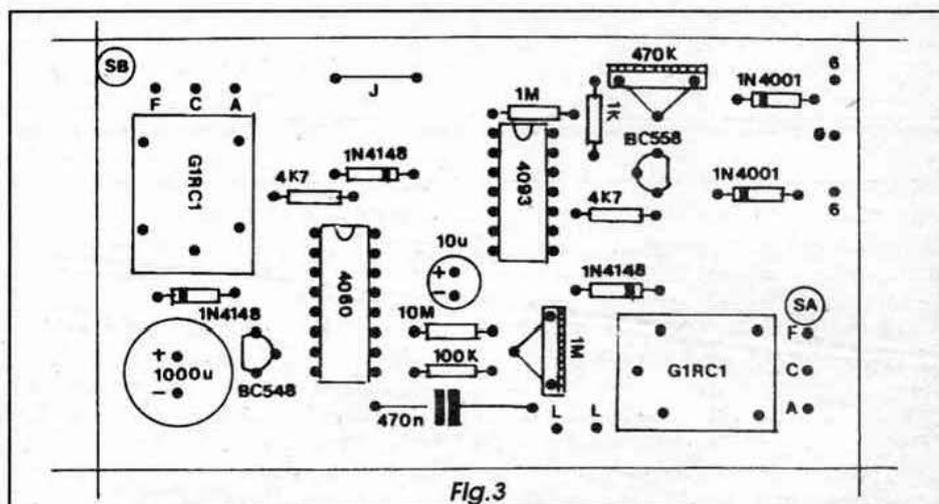

Fig.3
- FIG. 3 - CHAPEADO DA MONTAGEM - O outro lado da placa (não cobreado), também em tamanho natural, com praticamente todos os componentes do circuito devidamente posicionados e identificados em seus valores, códigos e polaridades. Lembrar que os dois integrados, os dois transistores, os cinco diodos e os dois capacitores eletrolíticos, são componentes *polarizados*, devendo ter seus terminais inseridos à placa exatamente nas posições indicadas (qualquer inversão redundará em danos ao componente e obstará o funcionamento do circuito...). Os relês também precisam ser colocados na placa em posição correta, porém a sua própria disposição de pinos inibe uma eventual incorreção... Quanto aos demais componentes, não polarizados, o único *segredo* é ler previamente, com precisão, seus valores, de modo a não colocá-los na placa em lugares errados... Não esquecer do *juniper* (codificado como J, na figura...), nada mais do que um pedacinho de fio interligando dois furos/ilhas... Lembrar ainda (na furação prévia...) que os terminais dos relês e dos *trim-pots* são um pouco mais grossos do que os dos outros componentes, requerendo assim um diâmetro um pouquinho maior nos respectivos furos... Se *pintarem* dúvidas, recorrer ao **TABELÃO APE**... Conferir tudo ao final, com extrema atenção, aproveitando para